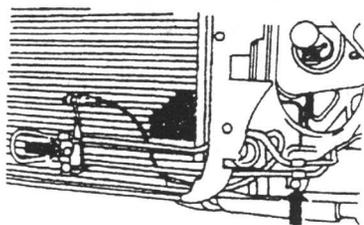

图 1.3 拆下动力转向液压油冷却管路
- (1) 查取车载收音机代码。
- (2) 关闭点火开关，拆下蓄电池搭铁线。
- (3) 拆下发动机舱盖。
- (4) 将发动机与变速器分离，从前端拆下。
- (5) 拆下油底壳护板。
- (6) 拆下散热器下端的动力转向液压油冷却管路，如图 1.3 所示。